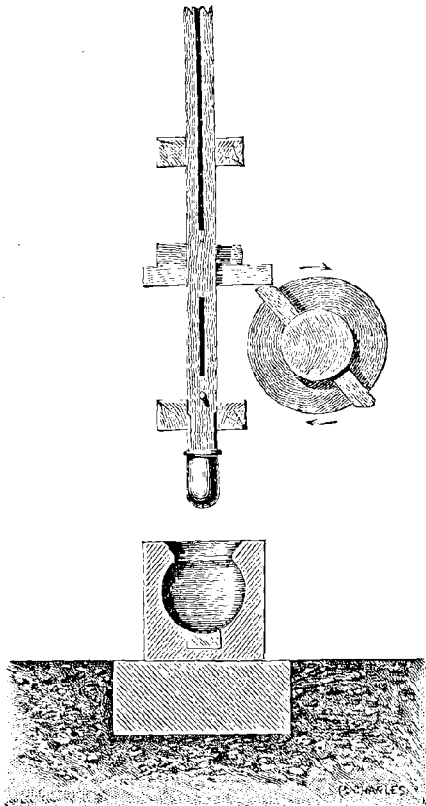

Fig. 42. Mortier et Pilon pour la poudre.
**Fabrication.** — On emploie pour la fabriquer, des mortiers et des pilons (fig. 42).